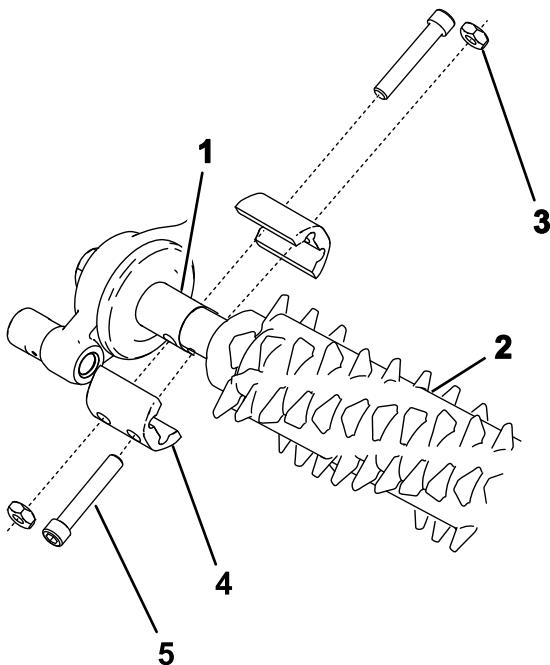

Figura 18
2. Alinee el conjunto de groomer con los ejes de transmisión de la caja de transmisión del groomer y del brazo libre (Figura 18).
3. Fije el groomer a la máquina, tal y como se muestra en la Figura 18 y apriete los pernos.